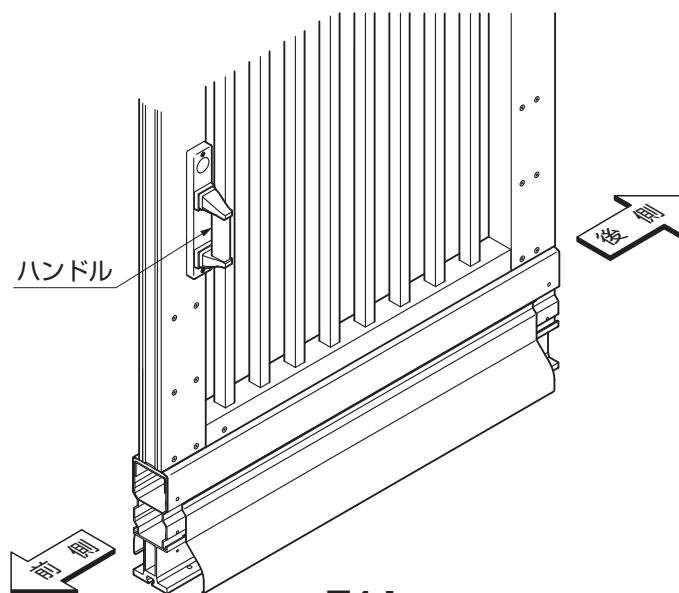
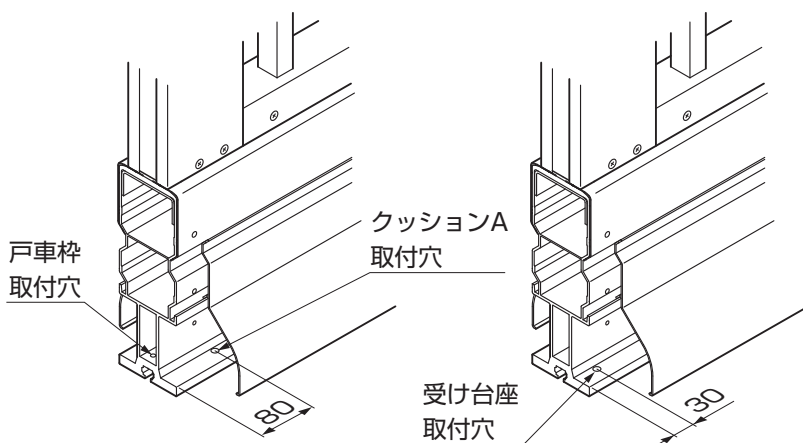
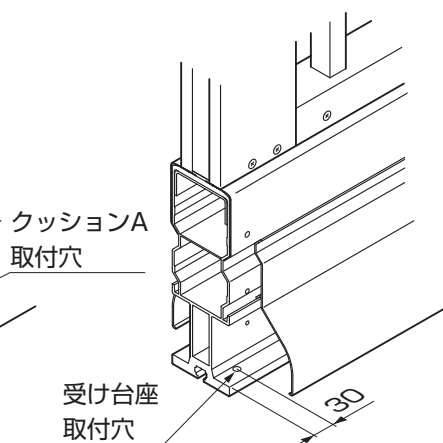

図4-1
図4-2 本体 掛側
図4-3 本体 受側
- 本体には前後および掛受があります。前後は本体にハンドルがついている方が前方となります。(図4-1参照) 掛受は本体前側の穴位置を見て確認してください。(図4-2、図4-3参照) 前後および掛受を間違えると有効開口幅が確保できません。